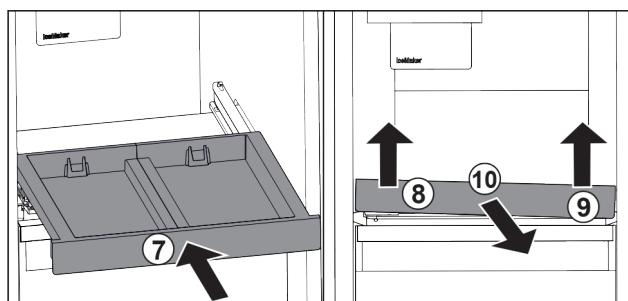

Fig. 35
- Вставити витяжну панель. Fig. 35 (7)
- Підняти витяжну панель спереду ліворуч. Fig. 35 (8)
- Підняти витяжну панель спереду праворуч. Fig. 35 (9)
- Витяжну панель витягнути вперед. Fig. 35 (10)